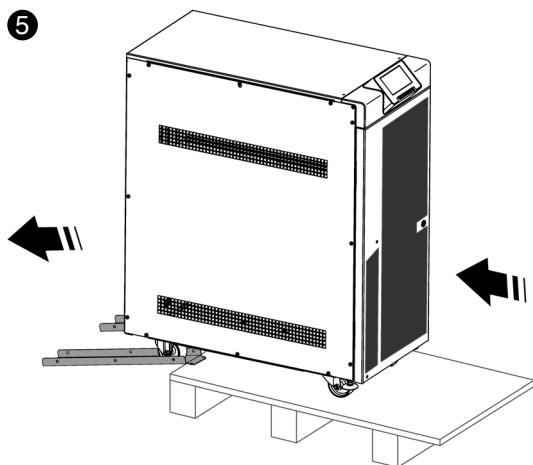

Fig. 26. Abaissement de l'équipement de la palette.
- 5 Procédez à la descente de l'équipement de la palette (Fig. 26).